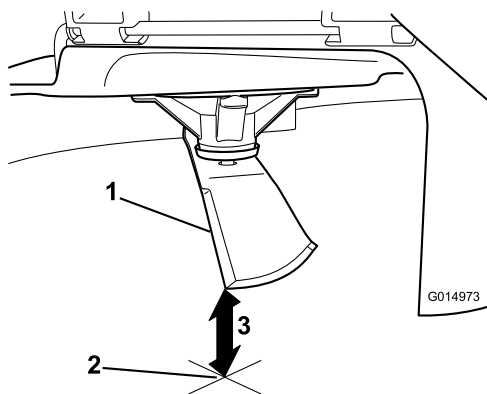

Figura 113
5. Mida desde la punta de la cuchilla hasta la superficie plana (Figura 113).